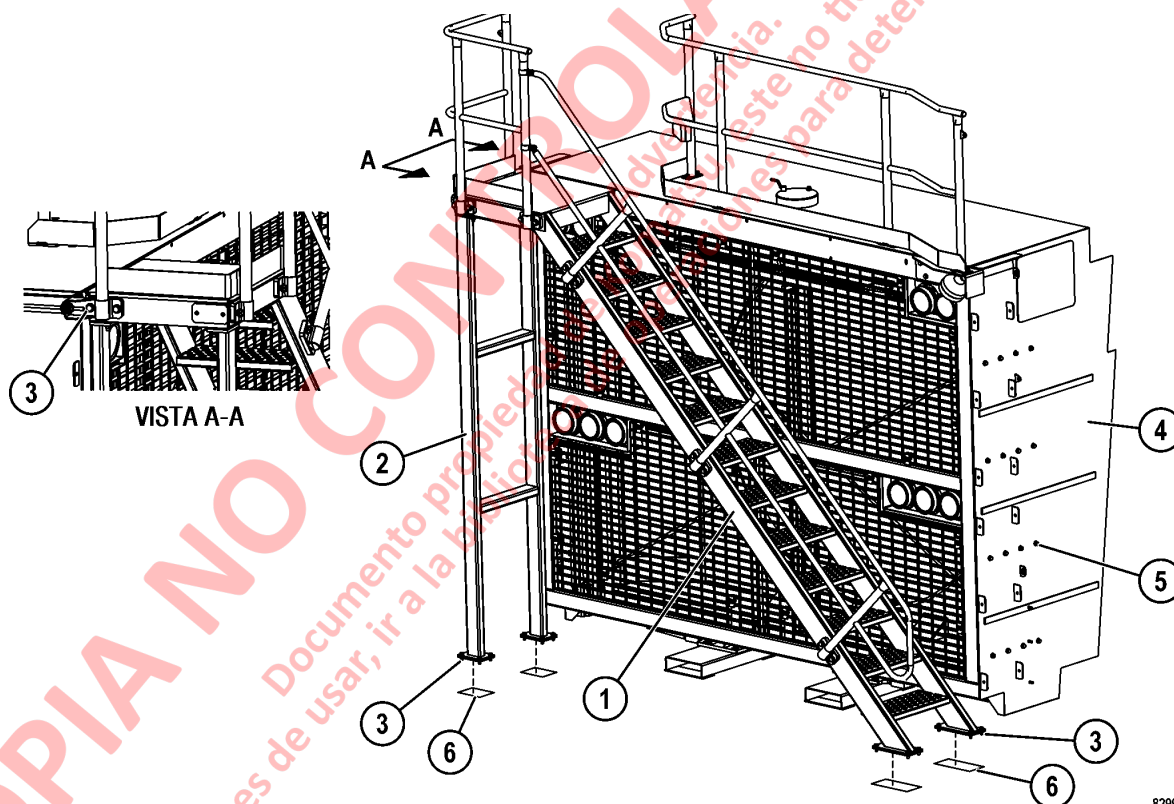

FIGURA 2-1. DESMONTAJE DE LA ESCALERA DIAGONAL, EL MARCO Y LA REJILLA
1. Conecte un dispositivo de elevación adecuado a la escalera diagonal. El peso combinado de la escalera diagonal (1, Figura 2-1), el soporte (2) y los pasamanos es aproximadamente 300 kg (660 lb).
2. Desmonte los elementos de montaje (3) de la escalera.
3. Levante la estructura para sacarla del camión. Quite las laines (6).
5. Instale el dispositivo de elevación adecuado al conjunto frontal (marco y rejilla) (4). El peso del conjunto frontal es aproximadamente 500 kg (1100 lb).
6. Saque todos los elementos de montaje (5) del marco a ambos lados.
1. Utilice un dispositivo de elevación adecuado para levantar el conjunto frontal (marco y rejilla) (4, Figura 2-1) hasta su posición dentro del camión.
2. Alinee los orificios de los elementos de montaje con los soportes fijados al conjunto del radiador. Instale los elementos de montaje (5) del marco. Apriete los tornillos al torque estándar.
4. Utilice un dispositivo de elevación adecuado para levantar la escalera diagonal (1) y el soporte (2) hacia su posición de instalación sobre las almohadillas, en el parachoques delantero. Alinee los orificios de montaje e instale las laines (6), según sea necesario para nivelar la estructura.
5. Instale los elementos de montaje (3) de la escalera. Apriete los tornillos al torque estándar.